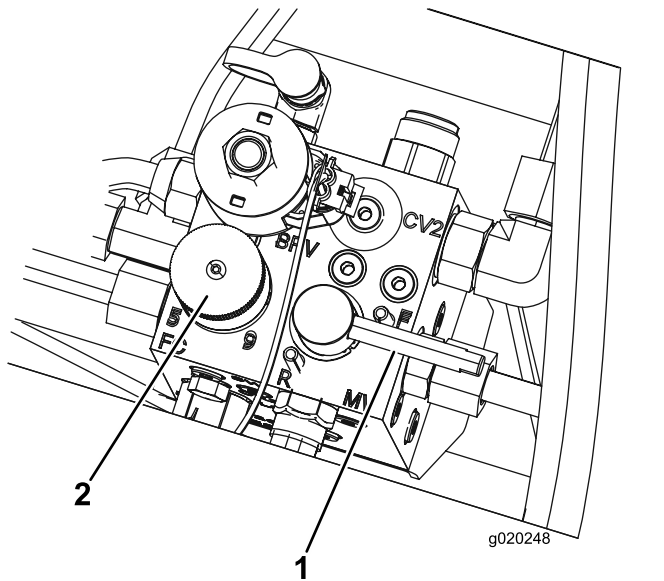

图 83
5. 将滚刀速度控制杆设置为位置 1 图 83。
6. 将倒磨控制杆移至 R 倒磨位置 图 83。